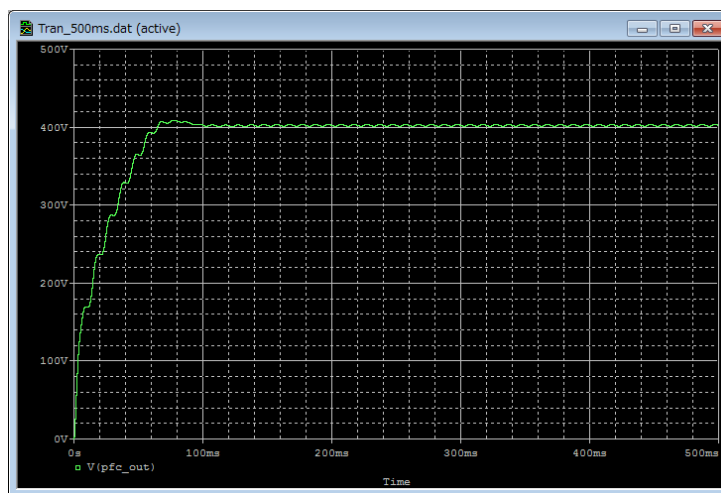

図 5.7 結果波形表示(例 : PFC 出力電圧波形)
- (3) 選択後、「OK」をクリックすることで結果波形が表示されます。(図 5.7)